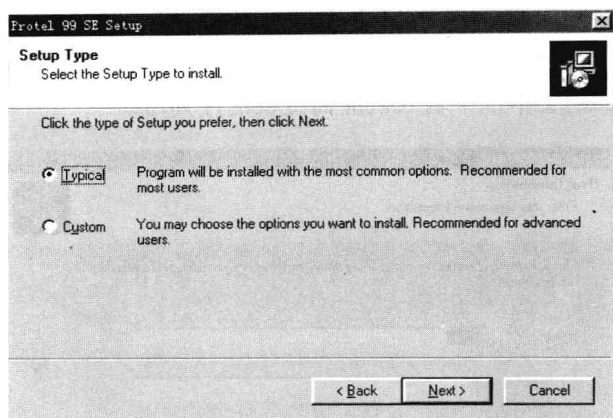

图 1-5 第 4 个 Protel 99 SE Setup 对话框
④ 单击“Next”按钮,将显示第 4 个 Protel 99 SE Setup 对话框,如图 1-5 所示。其中,“Typical”单选按钮为典型安装;“Custom”单选按钮为定制安装。